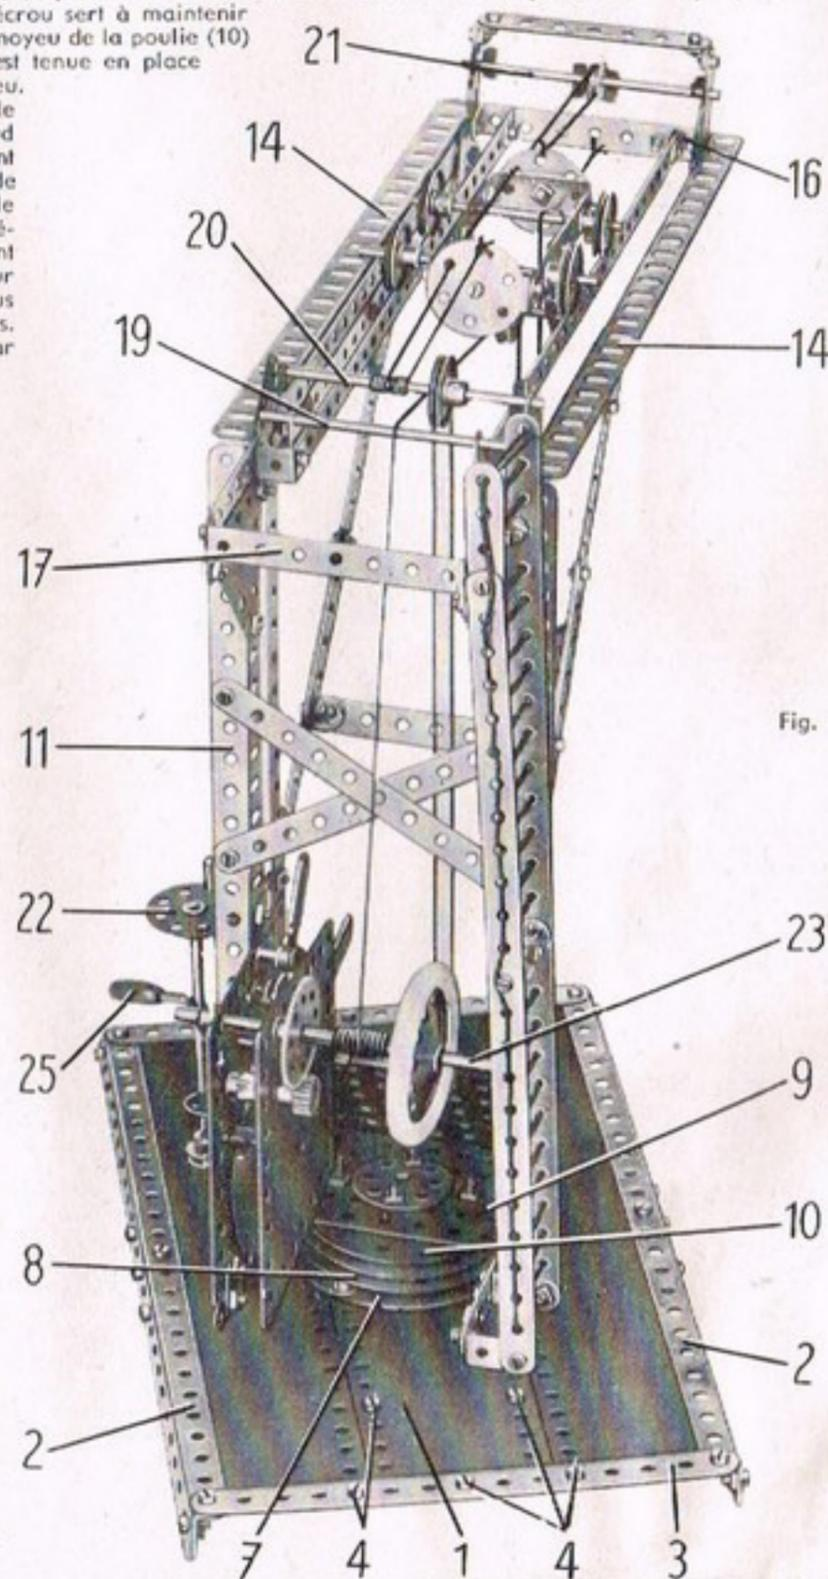

Fig. 6.16a
Un petit crochet lesté est fixé sur la moufle par un boulon de 9,5 mm., tenu dans deux bandes de 5 trous (24). Le chariot se déplace quand on tourne une manivelle (25) tenue en place par des bagues d'arrêt. Cette manivelle porte une poulie de 25 mm. qui est réunie par une courroie de transmission à la poulie de 25 mm. montée sur la tringle (20). Une corde est attachée au disque avant du chariot; elle passe autour d'une poulie folle de 12 mm. montée sur la tringle (21) et elle est enroulée 3 ou 4 fois autour de la tringle (20). La corde est enfin attachée à l'arrière du chariot. La moufle a été retirée sur la Fig. 6.16a pour la clarté de l'illustration.
La base est formée par deux plaques-bandes de 25 trous et par deux plaques flexibles de 14x6 cm. (1) boulonnées sur deux bandes de 25 trous (2) et deux bandes (3). Une moitié de plaque à charnière est fixée sous chaque extrémité de la base et elle est tenue par les boulons (4) (fig. 6.16a).